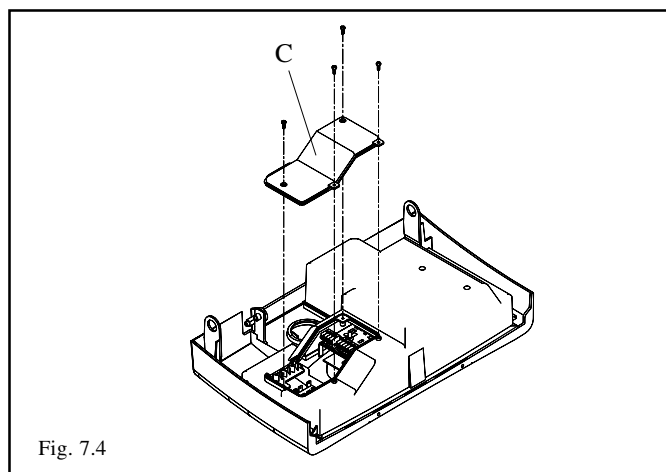

Fig. 7.4
- svitare le quattro viti che fissano il coperchietto C alla scatola dell'alimentatore (fig. 7.4), quindi rimuoverlo;